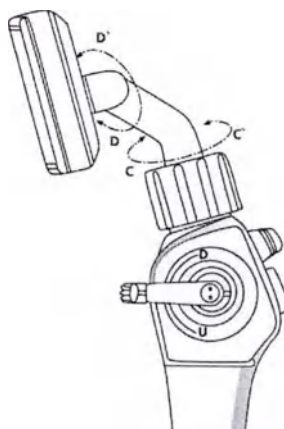

Рисунок 4.1 Схематичное изображение соединения и отсоединения Видеоназофаринголарингоскопа и видеоцентра Endohand 3,5
2. Затем поверните фиксирующую гайку электрического коннектора видеоцентра Endohand 3,5 по часовой стрелке до фиксации соединения Видеоназофаринголарингоскопа и видеоцентра Endohand 3,5 (Рис. 4.1);